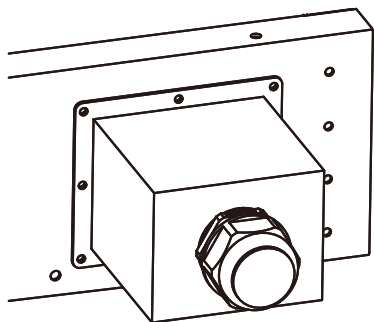
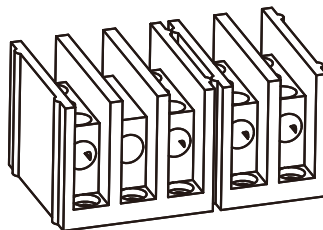

Рис. 5.7
Рис. 5.8
- 1) Открутите 8 крепежных винтов на распределительной коробке переменного тока инвертора, как изображено на рис. 5.7. После снятия коробки вы увидите зажимы инвертора. Инвертор имеет 5 зажимов, как изображено на рис. 5.8.